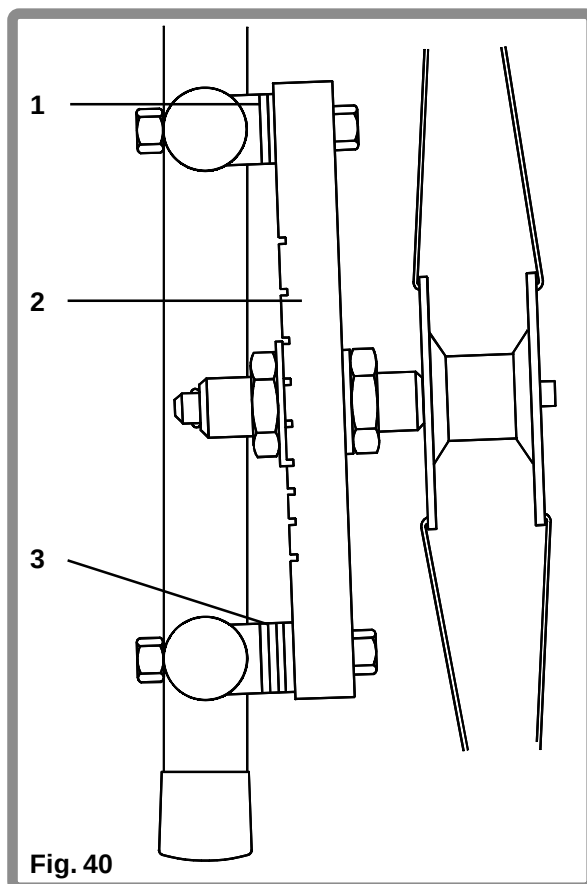

Fig. 40
Le parallélisme est réglé à l'usine (Fig. 40). Si vous désirez plus de pincement, augmentez ou réduisez le nombre de rondelles à l'avant ou l'arrière de la plaque d'axe (2). Un plus grand nombre de rondelles à l'avant (1) diminue le pincement. Un plus grand nombre de rondelles à l'arrière (3) augmente le pincement. Retirez les quatre boulons et écrous d'une ouverture de 10 mm de la plaque d'axe, en notant le nombre de rondelles. Ajoutez le nombre requis de rondelles et remplacez écrous et boulons et couplez entre 8 et 10 Nm.